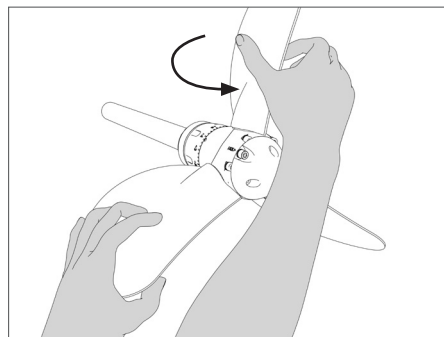

FIG. 22 | Amener les pales en position de drapeau
- Amener les pales en position de drapeau (Fig. 22 - 23).